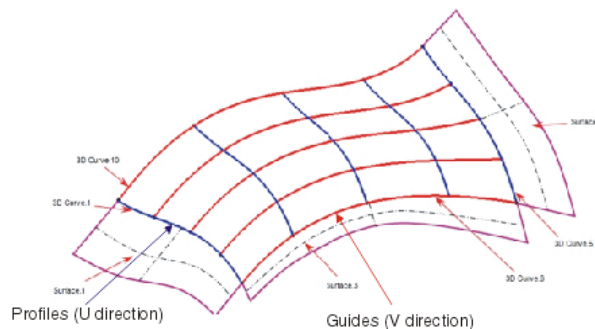

Figura 2.116 Ejemplo con superficies de apoyo.
- **Support:** para cada lado de la superficie “Loft” se puede definir más de una superficie de apoyo. El grado es determinado por el propio programa (*Figura 2.116*).